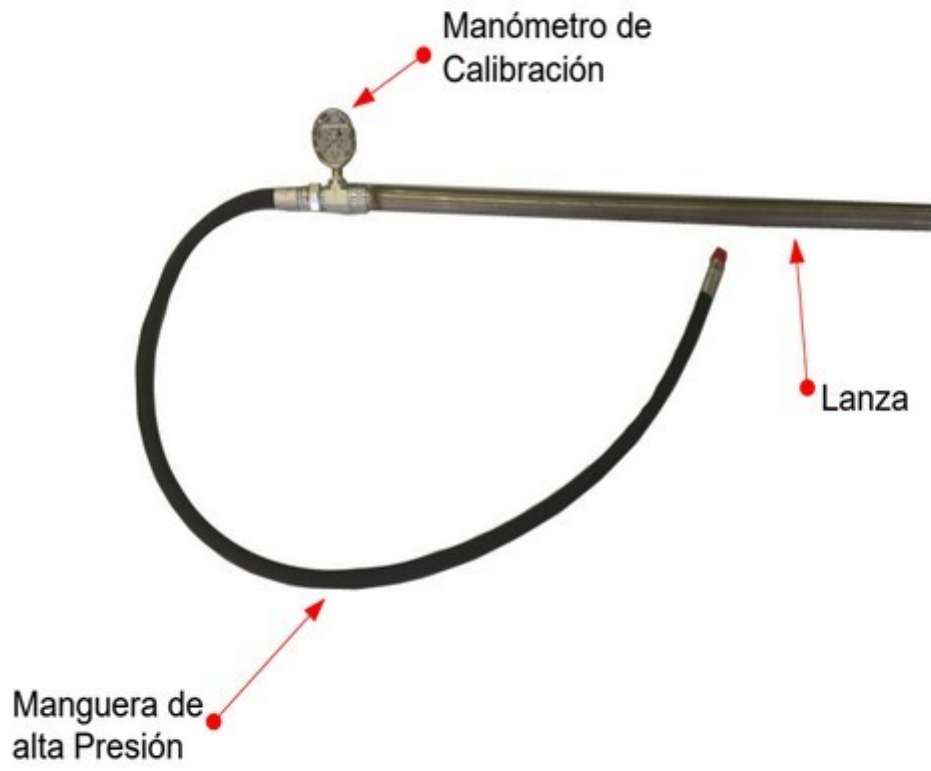

Figura 5.1 - Calibración de la lanza
- Conecte el medidor de calibración entre la línea de la manguera principal y la lanza y apriete las conexiones JIC. (Ver Figura 5.1)
- Mantenga la lanza apretada y observe el medidor de calibración (consulte la Figura 5.1).